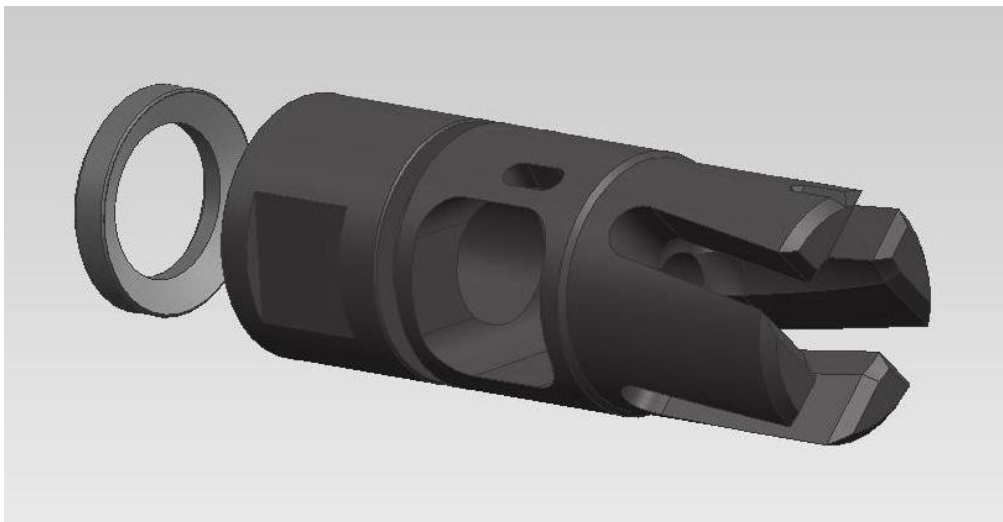

Abbildung 1: Orientierung eines THUMB TwistFORK556 inkl. Ausrichtrings
- **Installieren Sie den mitgelieferten Ausrichtring, hierbei zeigt der Trichter in Richtung Mündung (siehe Abbildung 1)**
- **Die Ausrichtung ist abgeschlossen, wenn die Ausrichtungskerbe 12 Uhr erreicht hat (siehe Abbildung 1)**